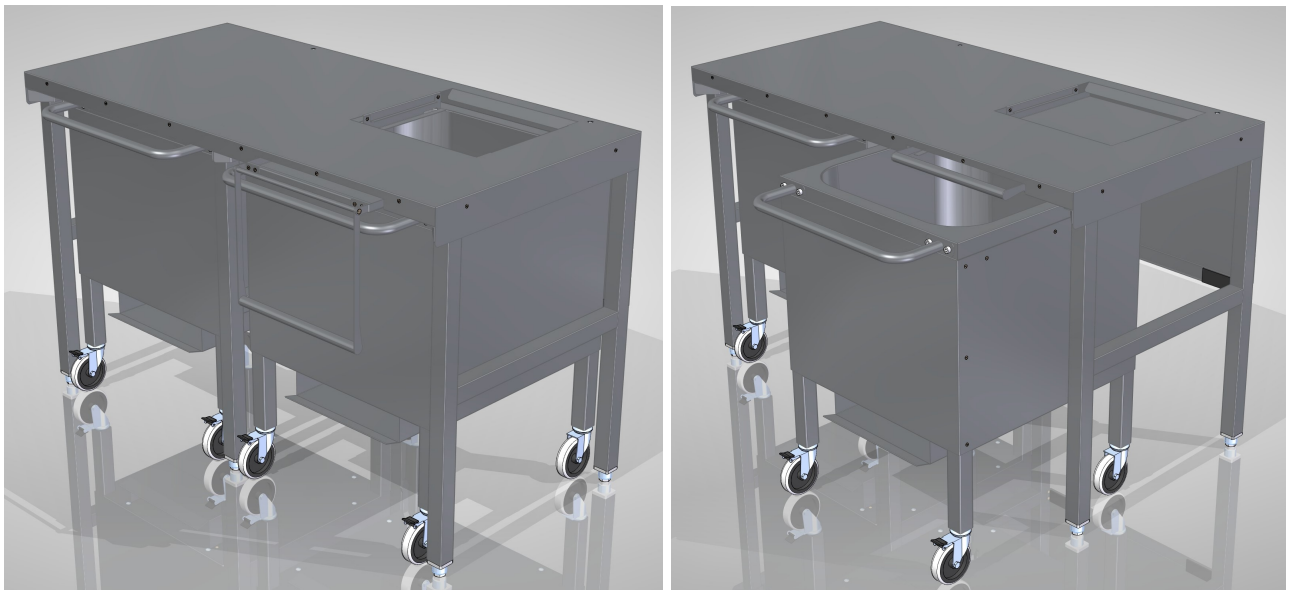

Рис. 2 Схема выдвижения бункера
5.3 При заполнении бункера льдом (контролируется визуально) необходимо, не выключая льдогенератор, установить рукоятку горизонтально и задвинуть поддон до упора (рис. 2). Выкатить заполненный правый бункер и установить на его место пустой левый, после чего выдвинуть поддон в начальное положение, в котором он будет фиксироваться стопором. Попавший при этом на поддон лед будет сброшен в бункер с помощью скребка.